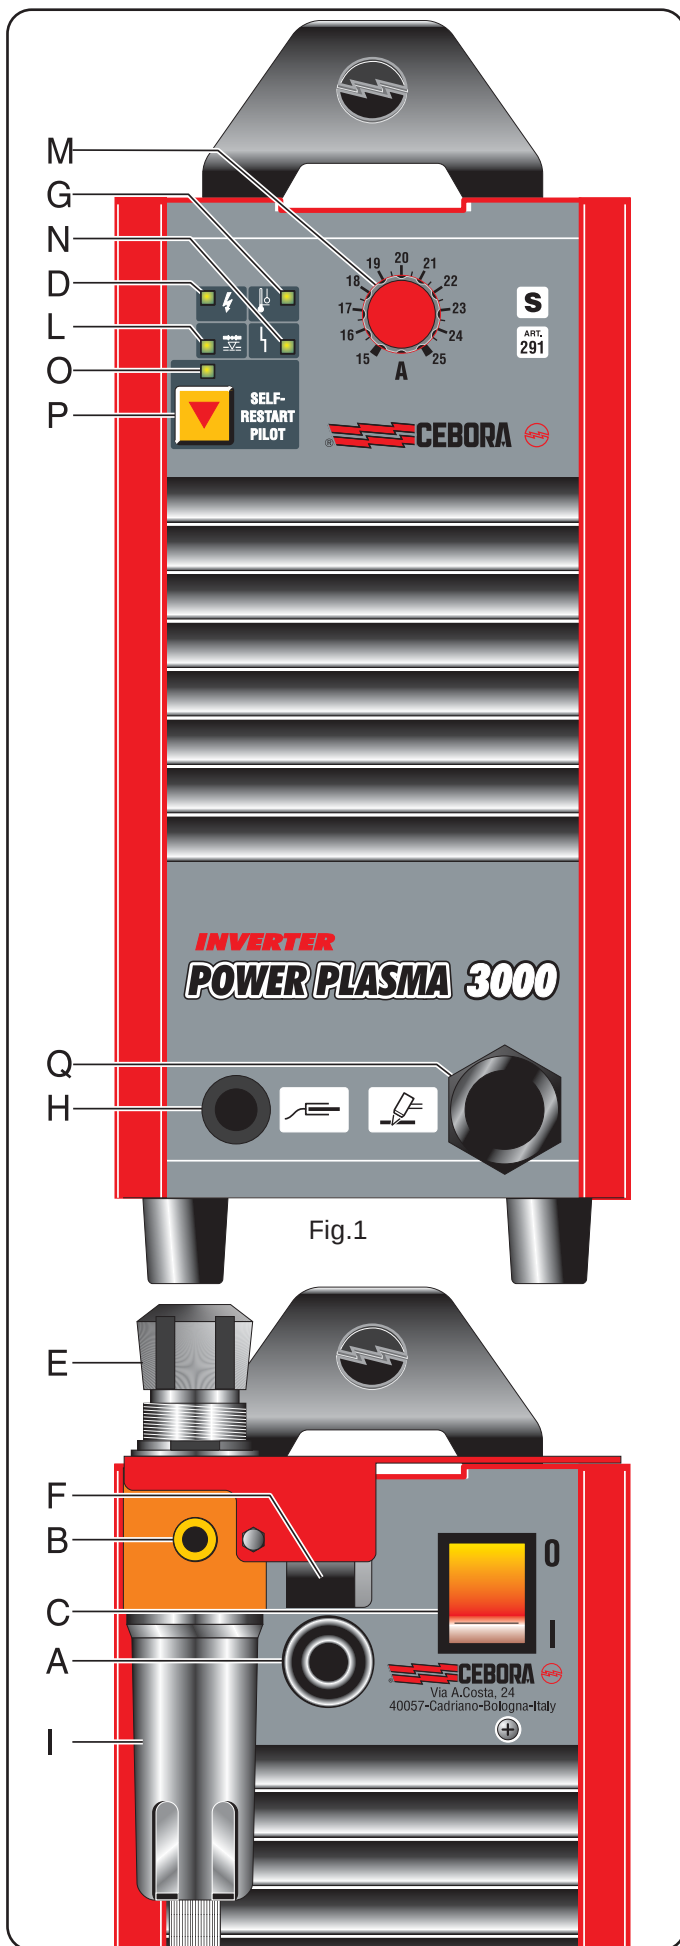

Fig.1
- Wordt aangeduid door het branden van led **G** (zie afb. 1)
- Deze veiligheid is op de snijtoortsvoeding aangebracht, en voorkomt dat het apparaat functioneert bij een te lage luchtdruk. De beveiliging wordt aangegeven doordat de led **L** (zie fig.1) gaat branden.